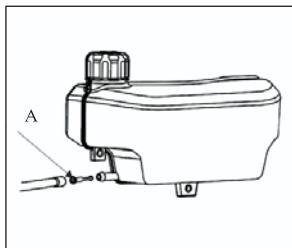

Fig. 14 A. crêpine de carburant
3. Réinstallez le filtre à carburant (A) et la conduite de carburant. (Voir la figure 14)